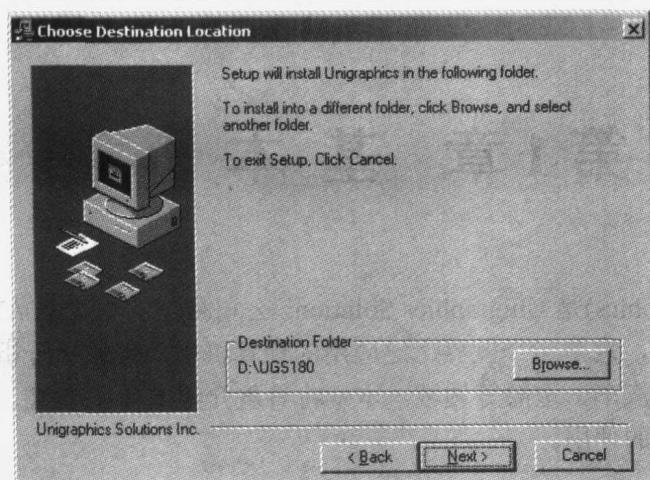
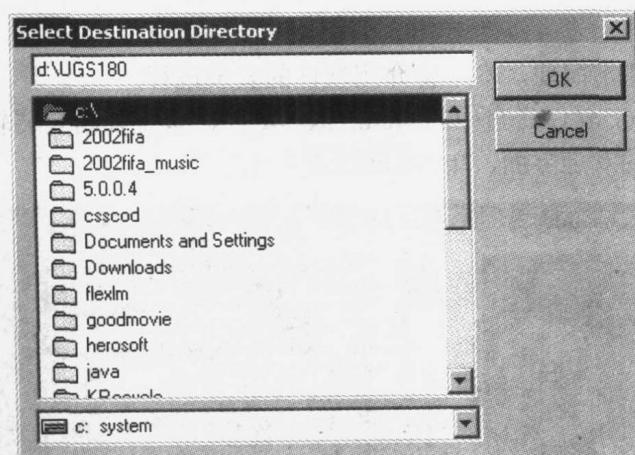

图 1.2 Choose Destination Location 对话框
图 1.3 Select Destination Directory 对话框
- (2) 接着出现如图 1.2 所示的 Choose Destination Location 对话框，单击 **Next >** 按钮，接着出现 Select Destination Directory 对话框，如图 1.3 所示，在对话框选择安装路径，然后回到 Choose Destination Location 对话框，单击 **Next >** 按钮。